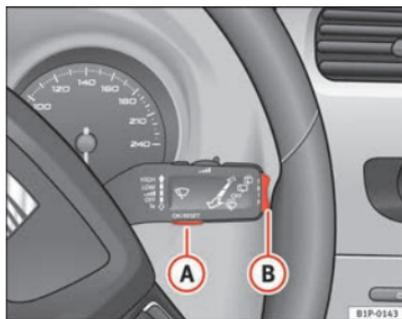
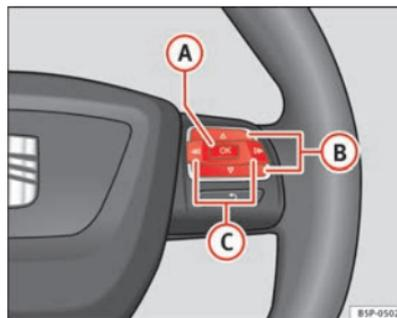

Fig. 43 Palanca del limpiacristales: tecla A para confirmar opciones del menú y tecla basculante B para cambiar de menú
Fig. 44 Mandos en volante: tecla A para confirmar opciones del menú y teclas B para cambiar de menú
⇒ **página 70, fig. 44** hasta que lo visualice en la pantalla. Ya está dentro de este menú.
- Para cambiar de una memoria a otra, pulse brevemente la tecla **[A]** ⇒ **página 70, fig. 43** ⇒ página 70 de la palanca del limpiacristales o la tecla **[OK]** del volante multifunción ⇒ **página 70, fig. 44** ⇒ página 70 con el encendido conectado. ▶
En el indicador multifunción puede consultar los siguientes datos accionando la tecla basculante **(B)** ⇒ página 70, fig. 43 ⇒ página 70 de la palanca del limpiacristales o pulsando la tecla **(Δ)** o **(▽)** ⇒ página 70, fig. 44 del volante multifunción*.